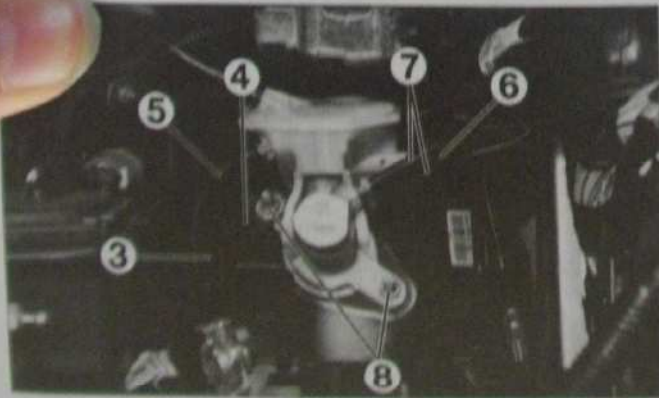

Fig. 15
- le réservoir (2),
- le raccord de dépression (3) (Fig.15),
- le guide de positionnement (4).
- Désaccoupler le tuyau d'alimentation de la commande d'embrayage (5).
- Débrancher le connecteur (6).
- Désaccoupler les raccords hydrauliques (7).